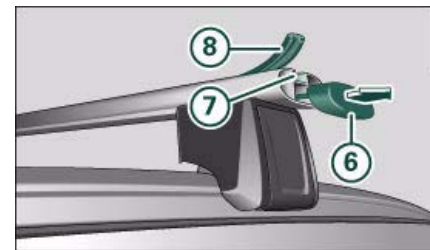

Fig. 81 Techo: Introducir el perfil cobertor en el portaequipajes
- Para montar piezas adicionales en el portaequipajes, retire la tapa (6) ⇒ fig. 81.
- Introduzca las piezas adicionales en la ranura con forma de T (7).